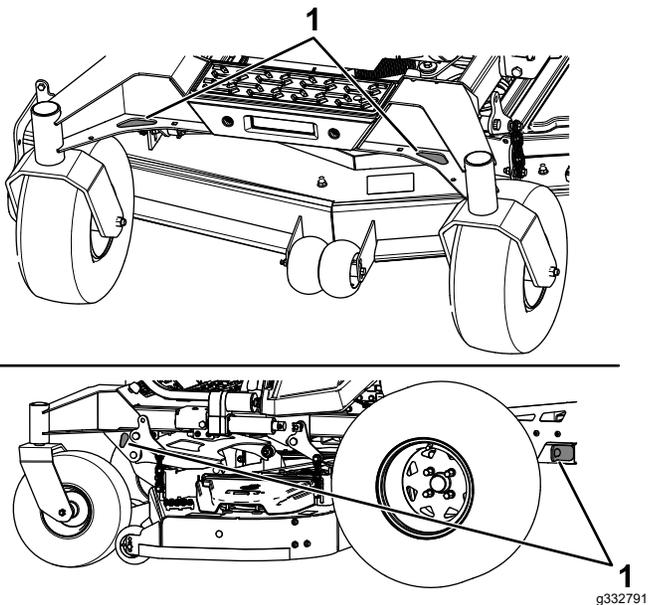

Figura 37
6. Legați maina de lângă roțile pivotante față, folosind curele, lanuri, cablu sau frânghii (Figura 37). Consultați prevederile locale referitoare la fixare.